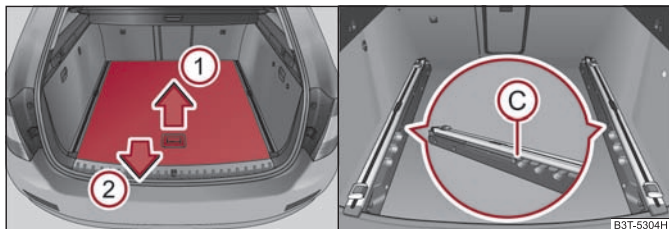
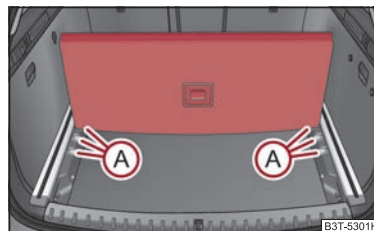

Fig. 21 Bagagliaio: estrazione parziale del piano di carico variabile
Fig. 22 Ripartizione del bagagliaio
- Afferrare la parte posteriore del pianale in corrispondenza della maniglia, sollevarla leggermente in direzione della freccia ① ⇒ fig. 21 ed estrarla al di sopra del paraurti in direzione della freccia ② finché non si aggancia nell'apertura ③ ⇒ fig. 21.
- Per inserire il piano di carico variabile afferrare la parte posteriore del pianale in corrispondenza della maniglia, sollevarla leggermente in direzione della freccia ① e spingerla in avanti fino all'arresto.
- Afferrare la parte posteriore del piano in corrispondenza della maniglia, sollevarla in direzione della freccia ① ⇒ fig. 21 e inserire il bordo posteriore in una delle aperture A ⇒ fig. 22.